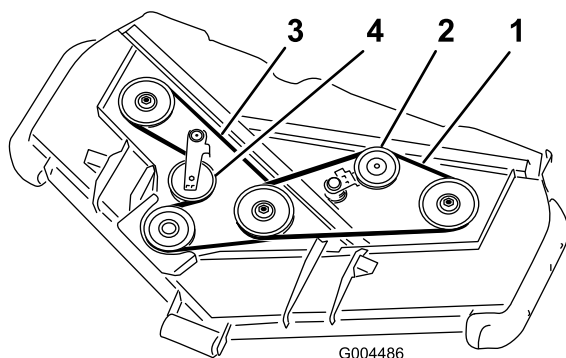

Figure 57
3. À l'aide d'une barre de levier ou d'un outil similaire, éloignez la poulie de tension de courroie supérieure (Figure 57) de la courroie pour détendre cette dernière et pouvoir la déchausser des poulies.
4. À l'aide d'une barre de levier ou d'un outil similaire, éloignez la poulie de tension de courroie inférieure (Figure 57) de la courroie pour détendre cette dernière et pouvoir la déchausser des poulies.
5. Acheminez une courroie neuve autour de la poulie de boîtier d'engrenages, des poulies d'axe inférieures et de l'ensemble poulie de tension, comme indiqué à la Figure 57.
6. Acheminez une courroie neuve autour des poulies d'axe supérieures et de l'ensemble poulie de tension, comme indiqué à la Figure 57.